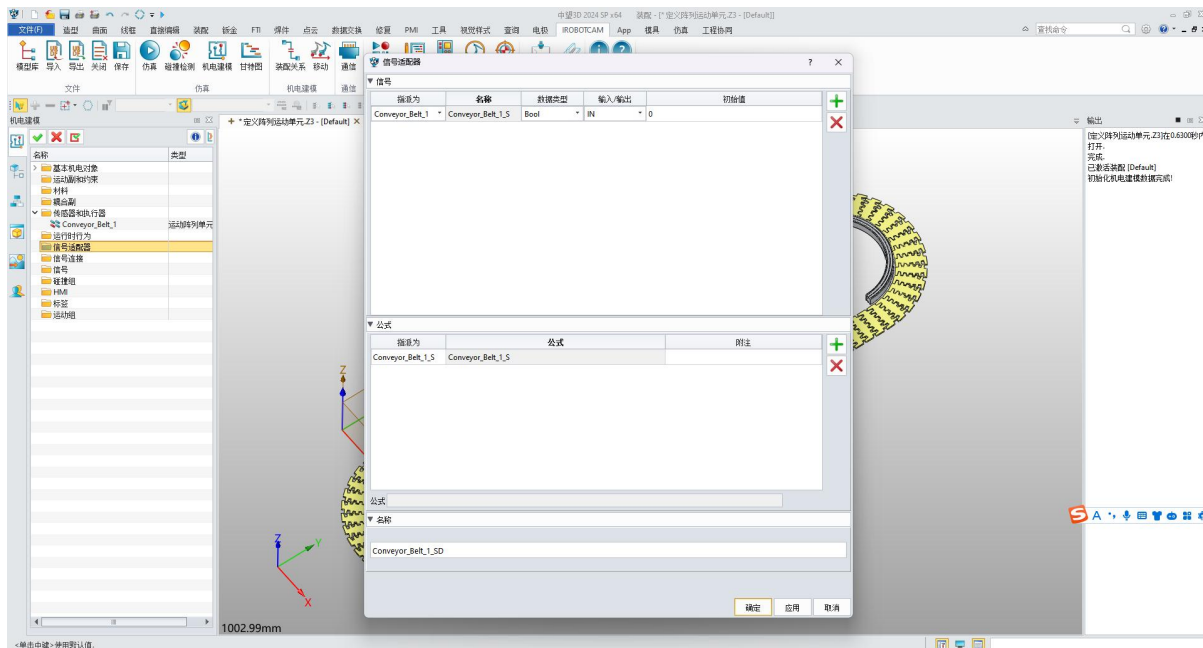

图 7-15: 信号适配器信息
- 指定所需的信号、公式和名称来定义阵列运动单元的操作行为。（图 7-15）